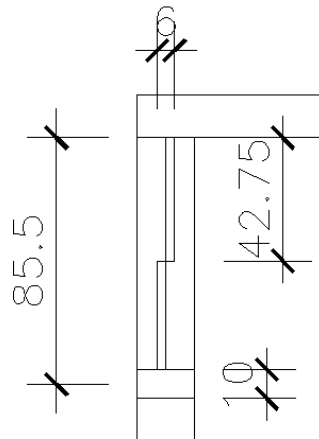

Figura 26 - Construção do Laboratório
23. Utilize o comando Copy  e replique a janela, conforme figura 26